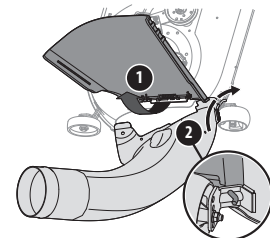

Figure 17
- Relevez le déflecteur d'éjection et tenez-le (1), puis installez le coude de la goulotte en insérant la tige de montage dans le trou approprié du support de roue ou de la patte de montage de la goulotte (2). Voir Figure 17.